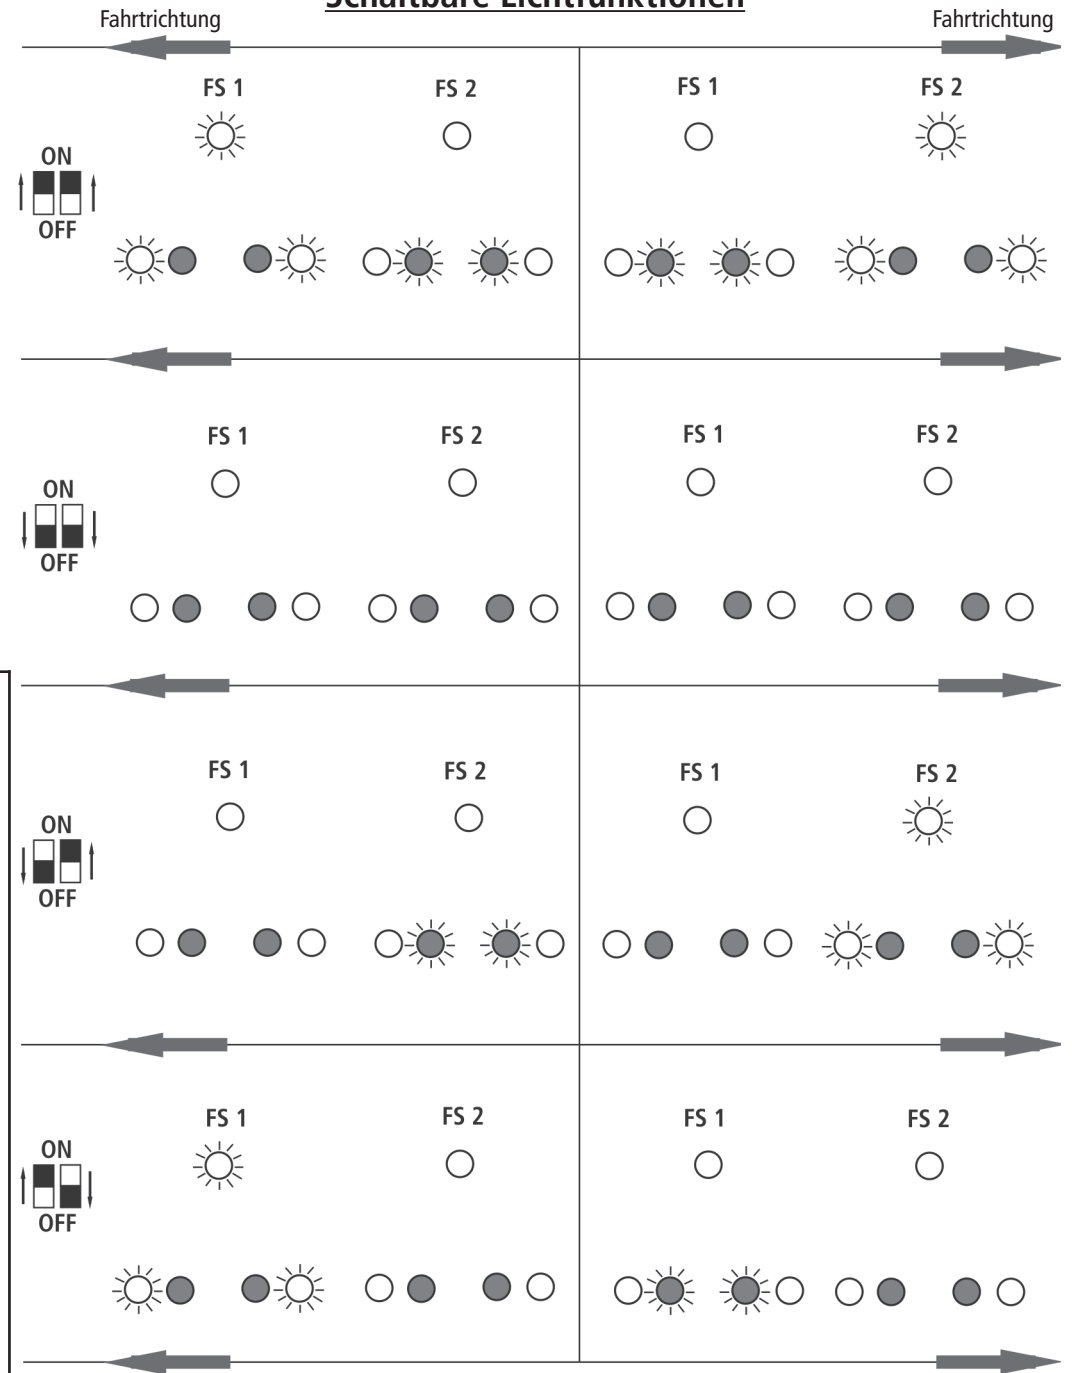
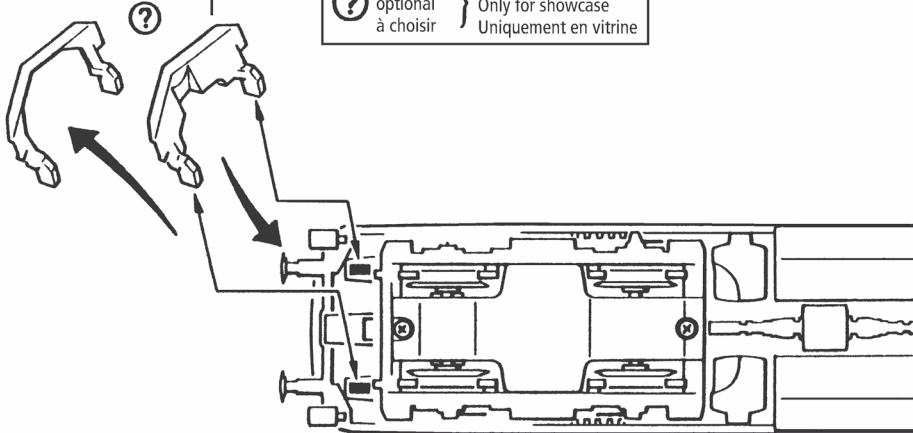

Fig. 6
Fig. 3
Mehrzugbetrieb: Zuerst Lokgehäuse abnehmen (Fig. 3). Danach den Brückenstecker aus der Schnittstelle entfernen (diesen sorgsam aufbewahren). Danach den Stecker des Steuerbausteins lagerichtig einsetzen (siehe Fig. 6).
2. Schmierung: Versehen Sie die im Schmierplan in Fig. 7 gekennzeichneten Stellen mit nur **kleinen Öltropfen**. Dazu zuerst das Lokgehäuse abnehmen (Fig. 3). Wir empfehlen den ROCO **Öler Art.-Nr. 10906**. Fürs Schmieren der Getriebeteile (Zahnräder, Schnecke) empfehlen wir das **ROCO-Spezialfett Art.-Nr. 10905**. Im Falle der Schmierung diese Teile **nicht ölen**.
4. Motorwechsel: Lokgehäuse abnehmen (Fig. 3). Danach wird der Motor ausgebaut (Fig. 9).
Remove the jumper from the interface. Finally put the plug of the chip into the interface as shown in fig. 6.
2. Lubrication: Apply **tiny oil drops** to spots marked in fig. 7. Prior to lubrication dismantle locomotive (fig. 3). We recommend using item no. **10906, Roco oiler**. For lubrication the gearparts (e.g. cogwheels, worm) we would recommend our Roco **special grease** (item no. **10905**).
4. Motor Changing: First remove loco body (fig. 3), and then the motor (fig. 9).
Exploitation en télécommande multi-trains: Enlevez la fiche de shuntage de l'interface (à conserver!) et enfichez finalement la fiche du module de télécommande aux prises de l'interface. Veuillez à la position correcte de la fiche (voir fig. 6).
2. Graissage: N'appliquez **qu'une toute petite goutte** aux endroits indiqués par le plan de graissage (fig. 7) après avoir démonté la caisse de la locomotive (fig. 3). Nous vous recommandons **le graisseur à huile Roco réf. 10906**. Pour graisser les engrenages (roues dentées, vis sans fin) nous vous conseillons la **graisse spéciale Roco réf. 10905** pour engrenages en matières synthétiques. Lorsque vous utilisez cette graisse il faut éviter d'huiler ces composants.
4. Remplacement du moteur: Démontez la caisse (voir fig. 3). Démontez ensuite le moteur (fig. 9).
voir } Fig. 3
see } Fig. 3